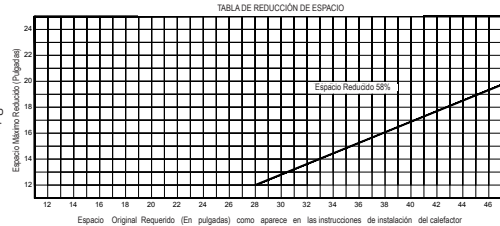

FIG. 2
- Lorsqu'on utilise un écran thermique / écran de plancher / écran mural / protection anti-braises Type 2 HY-C pour protéger un mur, on peut utiliser la trousse d'installation HY-C (pièce ULCK - que se vende par separado) mediante la colocación de las placas contra la pared combustible a ser protegida. Posicione la placa contra la pared, y taladre orificios de 1/4" que atraviesen la placa y penetren la pared detrás de la misma. Ver patrón de agujeros en la Fig. 2.